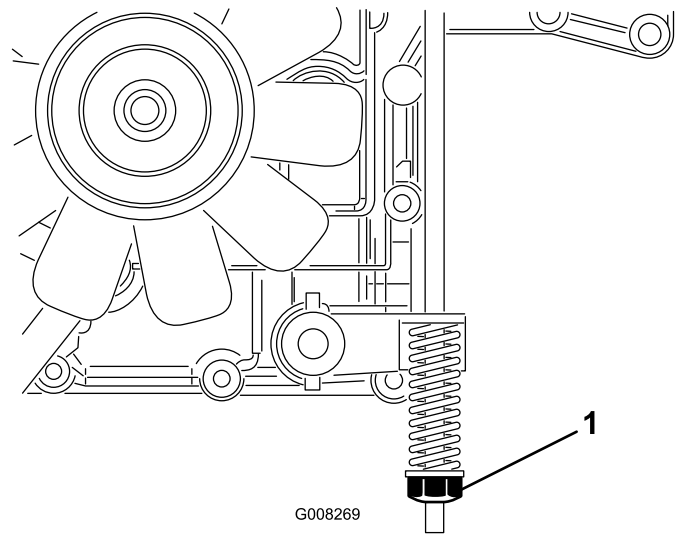

Figura 37
El freno está ubicado en la parte derecha del eje trasero, en la parte interna de la rueda trasera (Figura 37).
3. Gire la tuerca de ajuste del freno en el sentido de las agujas del reloj hasta que no pueda empujar la máquina (Figura 37).